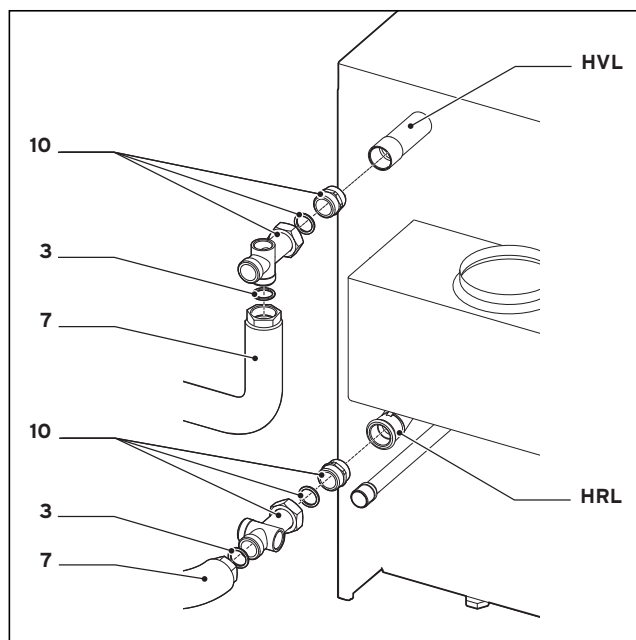

Abb. 2: Montage des Speicherladesets am atmoVIT exclusiv
- Doppelnippel aus den Anschlussstücken (10) herausdrehen (sind werkseitig nur handfest montiert).
- Doppelnippel mit Hanf im Anschlussstutzen des Kessels für Heizungsvorlauf (HVL), bzw. Speichervorlauf (SpVL) und Heizungsrücklauf (HRL) eindichten (s. Abb. 2 bis 5).
- Edelstahlwellrohre (7) mit der am Wellrohr angebrachten Überwurfmutter und beiliegendem Dichtring (3) jeweils an einem Anschluss des Kessels montieren.